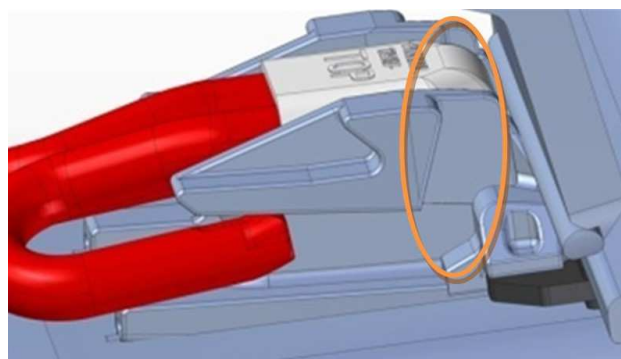

Fig 44. Patin de déclippage
4. Le patin de déclippage doit juste atteindre l'attache. Si nécessaire, desserrez les boulons sur le patin, Fig 44 et faites glisser celui-ci vers le haut jusqu'à ce qu'il atteigne l'attache.